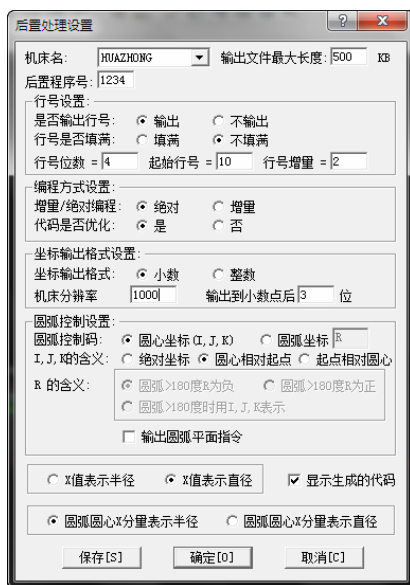

图 3-13 “后置处理设置”对话框
选择下拉菜单“数控车”→“后置设置”命令,或直接单击“数控车工具”工具栏中的“后置设置”按钮,系统弹出“机床类型设置”对话框,如图 3-13 所示。
(1) 机床名 数控程序必须针对特定的数控机床。特定的配置才具有加工的实际意义,所以后置设置必须先调用机床配置。在图 3-13 中,用鼠标拾取机床名一栏就可以很方便地从配置文件中调出机床的相关配置。图中调用的为 SIEMENS 数控系统的相关配置。
(2) 扩展文件名控制和后置程序号 扩展文件名是控制所生成的数控程序文件名的扩展名。有些机床对数控程序要求有扩展名,有些机床没有这个要求,应视不同的机床而定。后置程序号是记录后置设置的程序号,不同的机床其后置设置不同,所以采用程序号来记录这些设置,以便于用户日后使用。
(3) 输出文件最大长度 输出文件长度可以对数控程序的大小进行控制,文件大小控制以 K(字节)为单位。当输出的代码文件长度大于规定长度时系统自动分割文件。例如:当输出的 G 代码文件 post.ISO 超过规定的长度时,就会自动分割为 post0001.ISO, post0002.ISO, post0003.ISO, post0004.ISO 等。
(4) 行号设置 程序段行号设置包括行号的位数,行号是否输出,行号是否填满,起始行号以及行号递增数值等。是否输出行号:选中行号输出则在数控程序中的每一个程序段前面输出行号,反之亦然。行号是否填满是指行号不足规定的行号位数时是否用 0 填充。行号填满就是不足所要求的行号位数的前面补零,如 N0028;反之亦然。如 N28。行号递增数值就是程序段行号之间的间隔。如 N0020 与 N0025 之间的间隔为 5,建议用户选取比较适中的递增数值,这样有利于程序的管理。
(5) 编程方式设置 有绝对编程 G90 和相对编程 G91 两种方式。
(6) 坐标输出格式设置 决定数控程序中数值的格式:小数输出还是整数输出;机床分辨率就是机床的加工精度,如果机床精度为 0.001mm,则分辨率设置为 1000,以此类推;输出小数位数可以控制加工精度。但不能超过机床精度,否则是没有实际意义的。